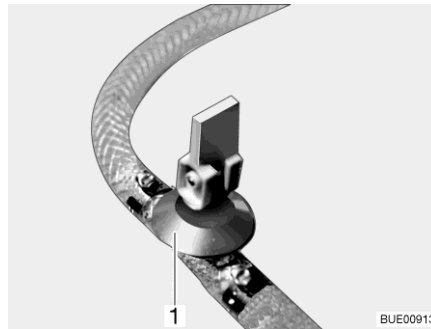

Bild 151 Avtappningskran
- Stäng avtappningskranen/avtappningskranarna. Ställ vipparmen (Bild 151,1) i vågrätt läge.
- Öppna avtappningskranen/avtappningskranarna (Bild 151). Ställ vipparmen (Bild 151,1) i lodrätt läge. Varmvattenberedaren töms utåt.